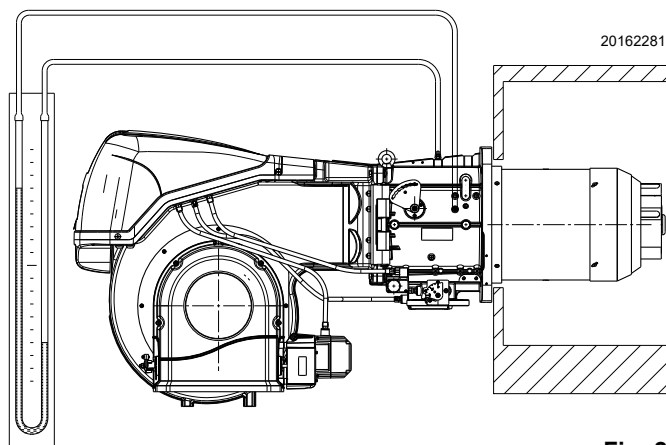

Fig. 20
- Montar un manómetro en U o un manómetro de tipo diferencial (Fig. 20), con toma (+) en la presión del gas del manguito y (-) en la cámara de combustión. Se utiliza para obtener aproximadamente la potencia MÁX del quemador mediante la Tab. L en pág. 22.
La llegada de gas al manguito puede observarse en el manómetro en U (Fig. 20 en pág. 25).
Orientativamente puede obtenerse de la Tab. L en pág. 22, es suficiente leer la presión del gas en el manómetro en "U" (representado en la Fig. 20 en pág. 25) y seguir las indicaciones: